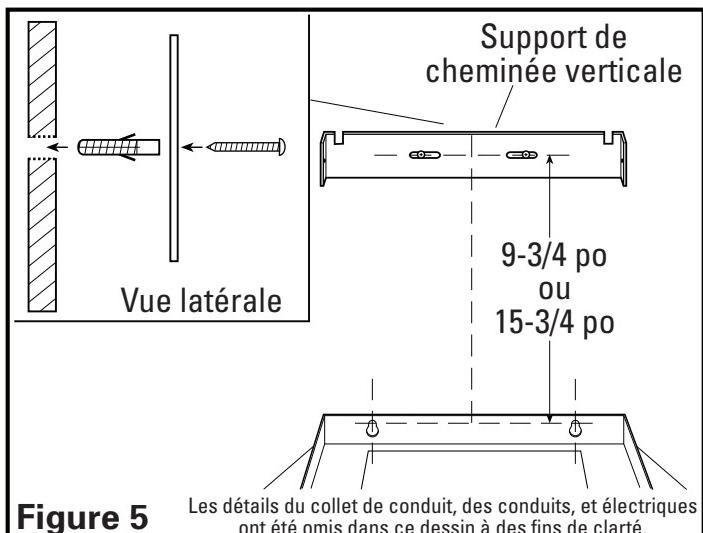

**Figure 4**
- Reliez le fil blanc de la hotte au fil blanc de l'approvisionnement, et le fil noir de la hotte au fil noir de l'approvisionnement. Reliez le fil de terre de la maison (vert ou nu) et le fil vert de la hotte. Utilisez les méthodes approuvées pour tous les raccordements. Réinstallez le compartiment du fil en glissant les languettes de nouveau dans les trous puis réinstallez alors la vis qui a été enlevée plus tôt. Assurez-vous que tout le câblage est contenu en sûreté dans le compartiment de fil (**Figure 4**).